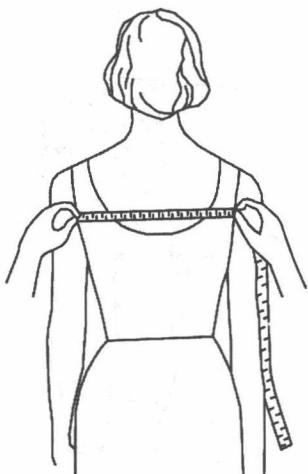

图 1-12 人体背宽测量
(10) 背宽 测量背部左右后腋点之间的长度，如图 1-12 所示。